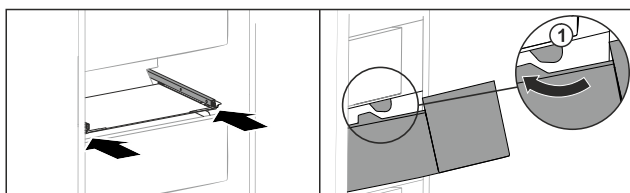

Fig. 159
- Обведите выдвижной ящик вокруг стопора Fig. 159 (1).